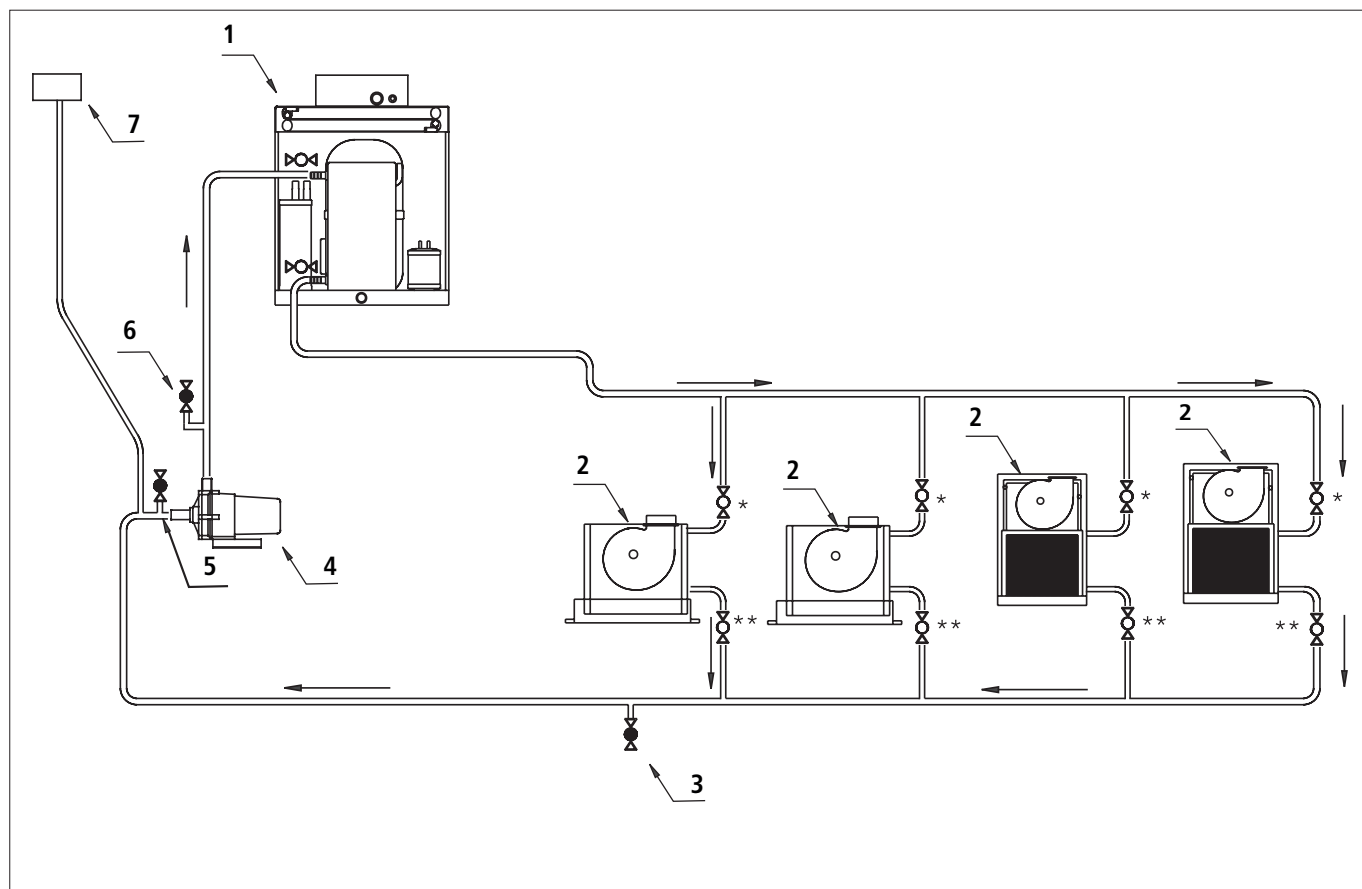

Fig.8 Esempio di circuito dell'acqua fredda sistema aperto: 1 unità Chiller e 4 ventilconvettori
► Montare le condotte dell'acqua fredda come da Fig.8 o Fig.23.